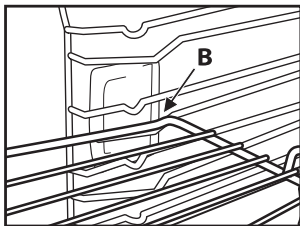

Fig. 2
2. Inclíne la parrilla en correspondencia con el punto de bloqueo "B" (Fig. 2).